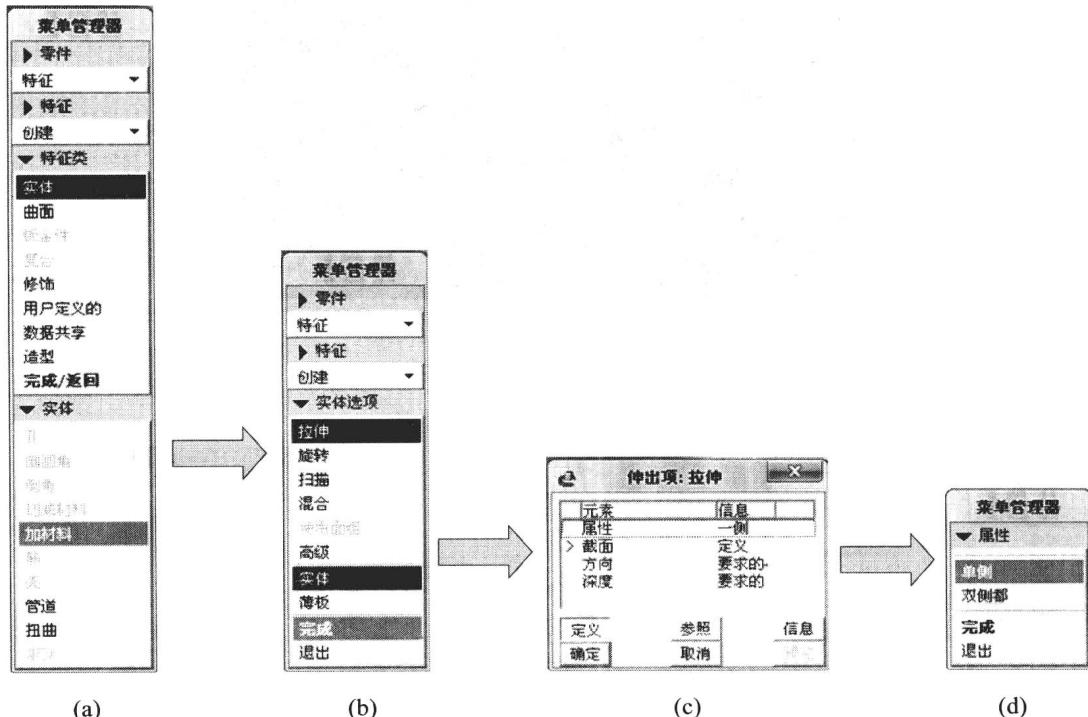

图 1-5 “特征”菜单
**STEP 4** 选择“菜单管理器”|“特征”|“创建”|“实体”|“加材料”命令，系统出现“实体选项”菜单，如图 1-5(a)、(b)所示。
选择“拉伸”|“实体”命令后，单击“完成”命令，系统出现“伸出项：拉伸”对话框，如图 1-5(c)所示。
同时，系统出现“属性”菜单，如图 1-5(d)所示。